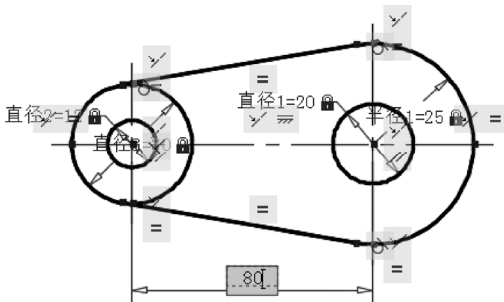
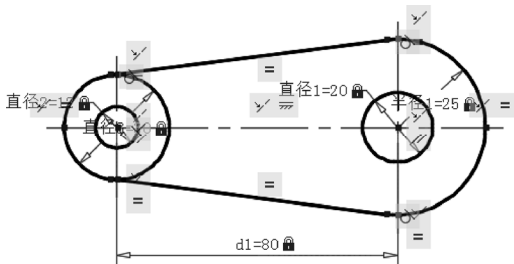

图 7-32 修改一个标注约束的值
图 7-33 修改一个标注约束的参数值后
3) 双击“d1”水平距离标注约束, 在屏显文本框中输入新值为“80”, 如图 7-32 所示, 接着按〈Enter〉键确认更改该值, 由该标注约束的新值驱动得到的新图形如图 7-33 所示。